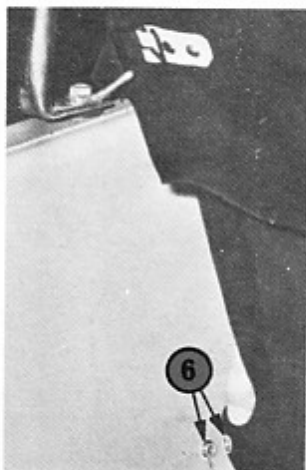

Fig. 43 - Cappotta in posizione "Pick-up"
- Con l'intelaiatura tubolare anteriore collocata (rif. 1), introdurre la parte alta della centina posteriore (rif. 2), quindi bloccare i piedini sinistro e destro tramite il dispositivo di bloccaggio (rif. 3 e 4) (ved. inoltre fig. 43).